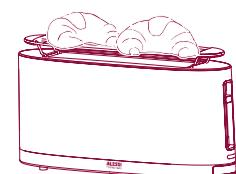

Fig. 11
- Mettete non più di due pezzi alla volta nella parte centrale della griglia scaldabrioche. (fig. 11).